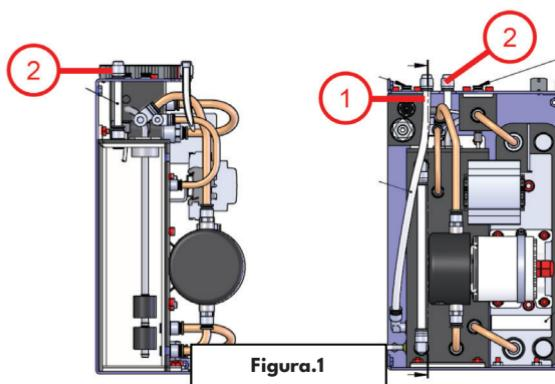

Figura.1
- Il serbatoio è pre-riempito per far funzionare un cavo con una lunghezza totale massima di 8m. Il livello del refrigerante prima di collegare il cavo è visibile nel tubo di sfiato (Figura.1, n.2).
- Apri il tappo n.1 e n.2 (Figura.1, n.1 e n.2)
- Usa un imbuto per evitare fuoriuscite => collega l'imbuto al tubo Figura.1, n.1
- Tubo n.1 (Figura.1, n.1) => riempি con refrigerante
- Tubo n.2 (Figura.1, n.2) => foro di sfiato
- Chiudere il tappo n.1 e n.2 (Figura.1, n.2)